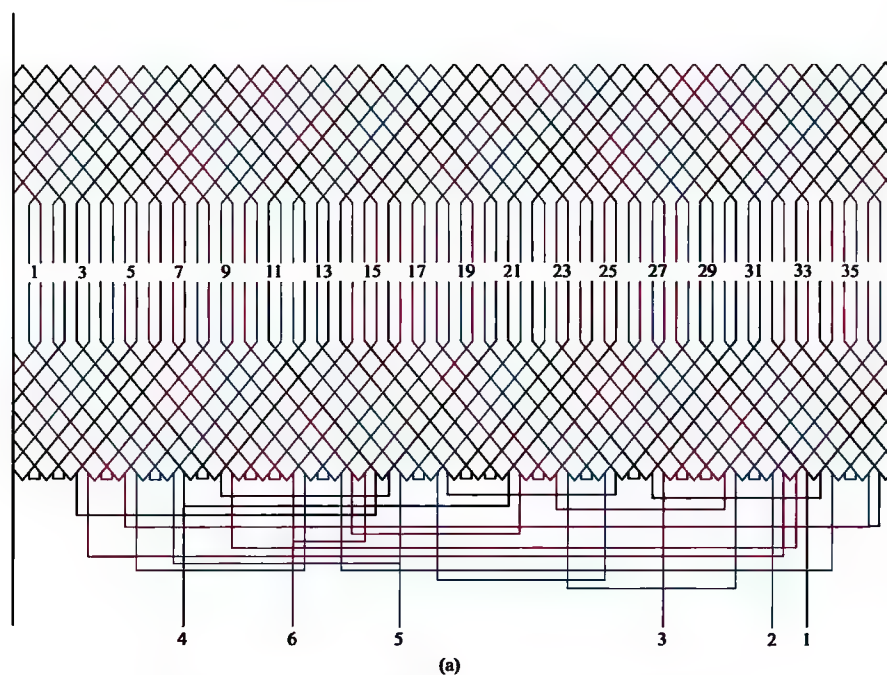

图 2-22 36 槽 6/4 极、Y/2Y 接法绕组 (一)
22. 36 槽 6/4 极、Y/2Y 接法绕组展开图、接线圆图与接线简图 (2) (见图 2-22)